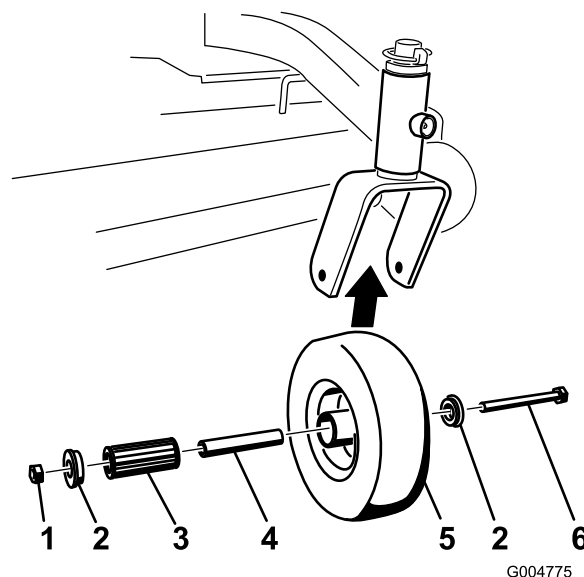

Figure 39
2. Enlevez 1 bague, puis sortez la douille pour clé et le roulement à rouleaux du moyeu de roue (Figure 39).
3. Enlevez l'autre bague du moyeu, puis nettoyez la graisse et les saletés éventuellement présentes dans le moyeu (Figure 39).
Remarque: Remplacez les pièces endommagées ou usées (Figure 39).
Remarque: Lubrifiez le roulement à rouleaux et la douille pour clé, et insérez-les dans le moyeu. Mettez la deuxième bague dans le moyeu (Figure 39).
Remarque: Serrez le contre-écrou jusqu'à ce que la base de la douille pour clé soit en appui contre l'intérieur de la fourche (Figure 39).
1. Enlevez le contre-écrou et le boulon de fixation de la roue pivotante à la fourche (Figure 39).